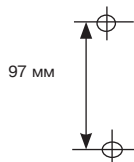

Рис. 21
- произведите разметку отверстий для крепления основания на установочной поверхности и просверлите отверстия необходимых размеров (рис.21);